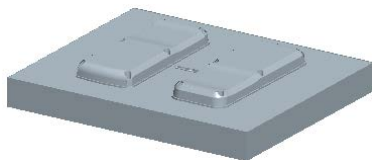

图 31.31 着色后的下半部分体积块
Step6. 在“体积块分割”操控板中单击 **体积块** 按钮，在“体积块”界面中单击 **1** **✓** **体积块_1** 区域，此时模型的下半部分变亮，如图 31.31 所示，然后在选中的区域中将名